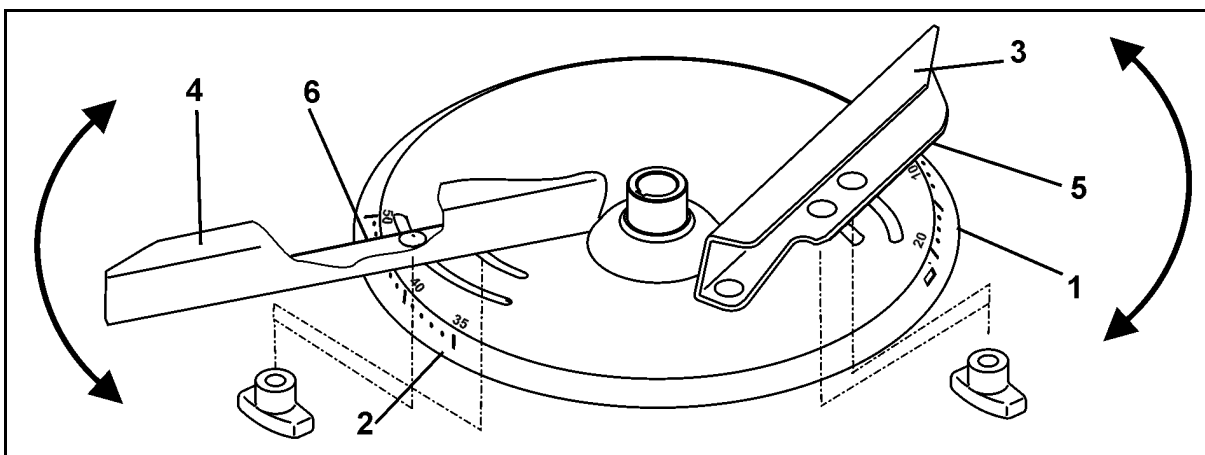

Рис. 61
Для точной настройки без использования инструмента отдельных распределяющих лопастей на каждом распределяющем диске расположены две различающиеся, характерные шкалы (Рис. 61/1 и Рис. 61/2).
- Более короткой лопасти (Рис. 61/3) соответствует шкала (Рис. 61/1) со значениями от 5 до 28, а более длинной лопасти (Рис. 61/4) шкала (Рис. 61/2) со значениями от 35 до 55.
- Найдите для короткой распределительной лопасти (Рис. 61/3) установочное значение на указателе (Рис. 61/5).
- Найдите для длинной распределяющей лопасти (Рис. 61/4) установочное значение на указателе (Рис. 61/6).
- Перевод распределяющих лопастей на большее числовое значение шкалы (Рис. 61/1 или Рис. 61/2) ведет к увеличению рабочей ширины захвата.